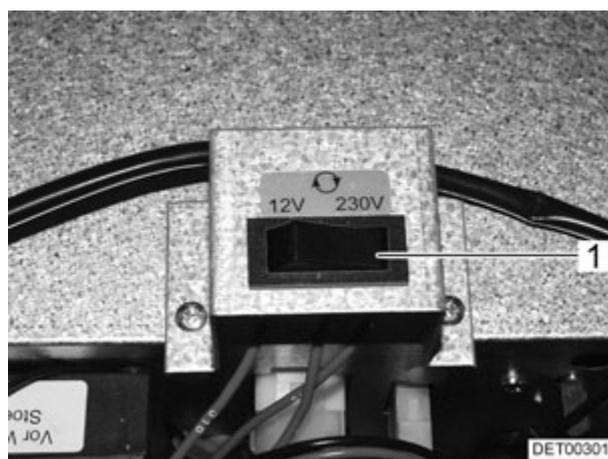

Fig. 131 Commutateur des circulateurs
L'interrupteur (Fig. 131) permettant de commuter entre le circulateur de 12 V et le circulateur de 230 V se trouve sur le chauffage à eau chaude.
- Appuyer sur le commutateur à bascule (Fig. 131,1) à droite. Le circulateur de 230 V est mis en marche.
- Appuyer sur le commutateur à bascule (Fig. 131,1) à gauche. Le circulateur de 12 V est mis en marche.